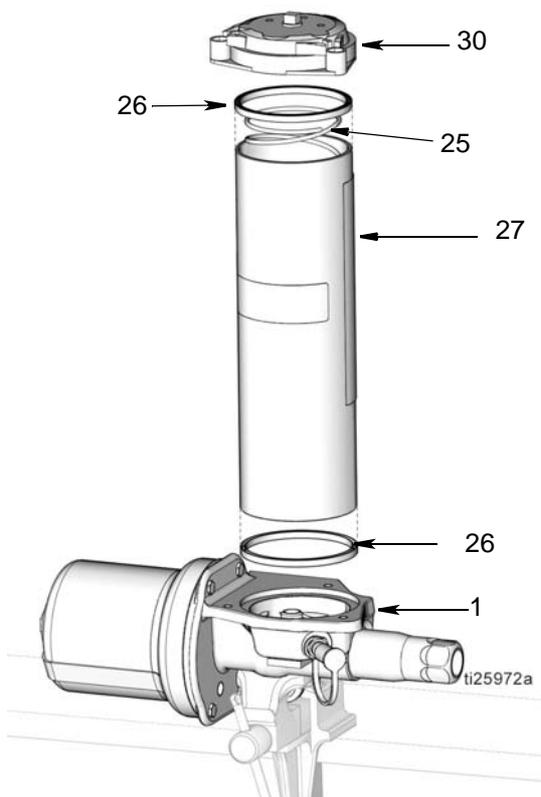

FIG. 14
11. Rimuovere il serbatoio (27) dalla base della pompa (1) (FIG. 14). In caso di sostituzione delle guarnizioni del serbatoio (26), togliere le guarnizioni dal serbatoio. Smaltire le guarnizioni secondo le norme vigenti per il corretto smaltimento.